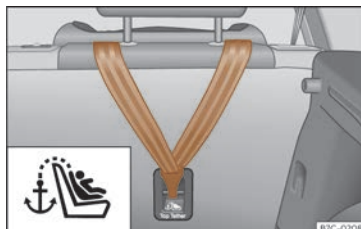

**Fig. 28** Arrière des banquettes arrière : œillets de retenue pour la ceinture Top Tether.
- Faites glisser la sangle et fixez-la correctement à l'aide de l'ancrage derrière le dossier » » fig. 28.